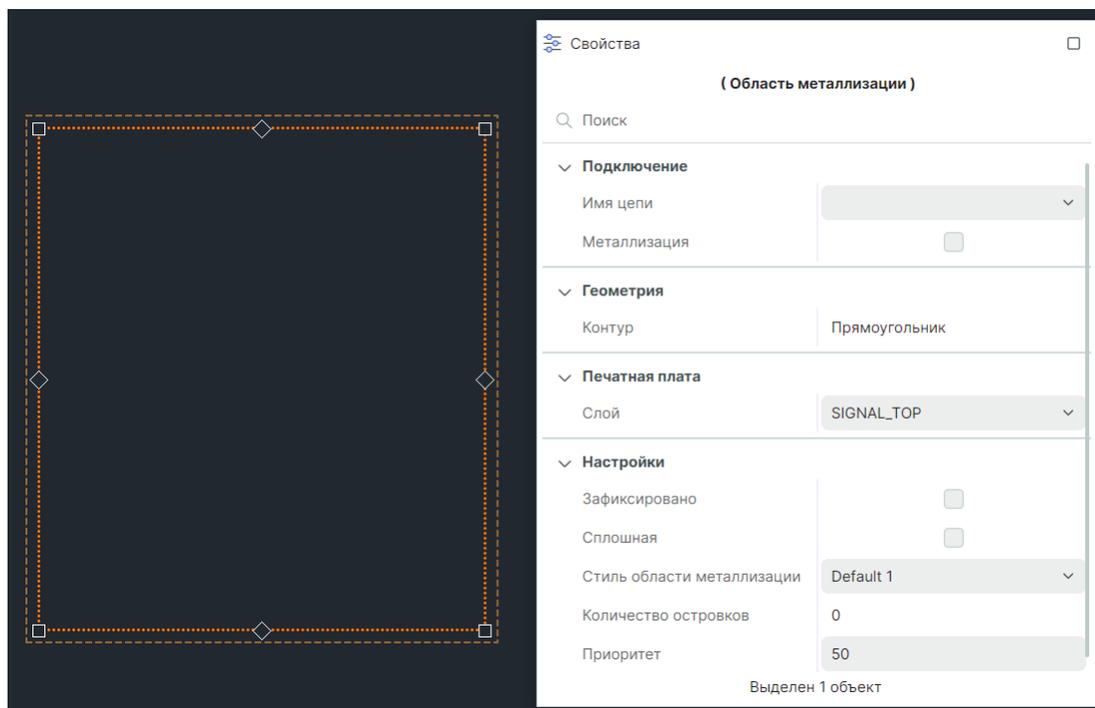

Рис. 467 Область металлизации с контуром прямоугольник и свойства области металлизации
7. По завершении построения области металлизации в окне «Свойства» отображаются текущие параметры области металлизации, см. Рис. 467.